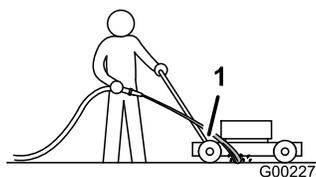

Figura 30
3. Tenete il flessibile da giardino all'altezza della maniglia e indirizzate il getto per terra, davanti alla ruota posteriore destra (Figura 30).